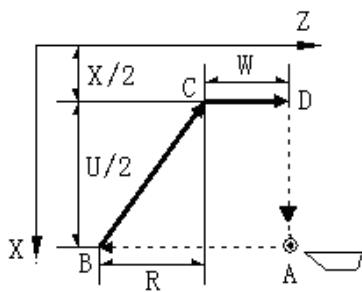

图 4-15-9a G94 端面车削循环
**G94 循环执行过程 (图 4-15-9a):**
- ① Z 轴从 A 点快速移动到 B 点。
- ② X、Z 轴以 F 速度从 B 点切削到 C 点。(无 R 时 Z 轴不移动)
- ③ Z 轴以 F 速度从 C 切削到 D 点。
- ④ X 轴从 D 点快速移动到 A 点。